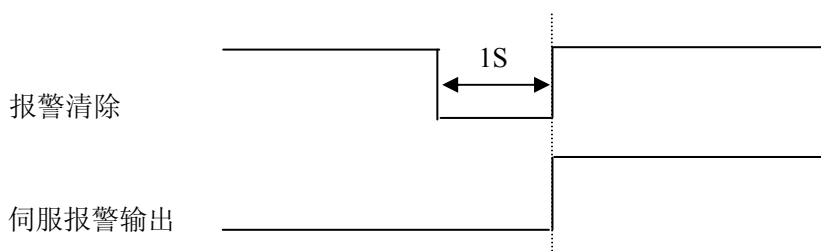

图 5.3 外部报警清除时序图
- 3) 不关断控制电源（三相主电源断开），在清除故障源后，通过报警清除输入信号（ALM\_RST），采用外部报警复位方式来清除报警，其时序如图 5.3 所示。复位后驱动器面板上的红灯熄灭（表示报警被清除），伺服报警（ALM）输出 OFF，驱动器 XS5 输入/输出端子故障连锁继电器常开触点闭合。